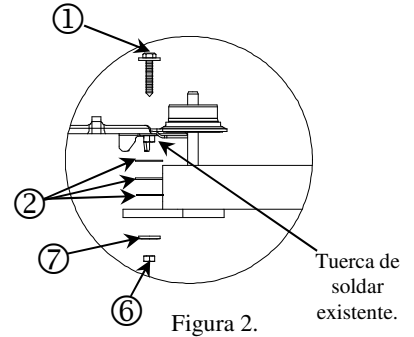

Figura 2.
①	Cant. (2)	Perno hexagonal M8 x 1.25 x 55mm CL 9.8	⑥	Cant. (2)	Tuerca hexagonal M8 x 1.25 CL 10
②	Cant. (6)	Arandelas planas 1/2"	⑦	Cant. (2)	Arandela cónica dentada 3/8"
③	Cant. (1)	Perno hexagonal, 1/2"-13 x 2-1/4" GR 5	⑧	Cant. (1)	Tuerca de manija 1/2" (*Ver especificaciones de torsión abajo)
④	Cant. (3)	Arandela cónica dentada 1/2"	⑨	Cant. (1)	Perno hexagonal, 1/2"-13 x 2-1/2" GR 5
⑤	Cant. (1)	Tuerca hexagonal 1/2"-13 GR 5
3. Instale las tres arandelas planas (pieza 2) en la tuerca de soldar existente en cada lado. Ver Figura 2.